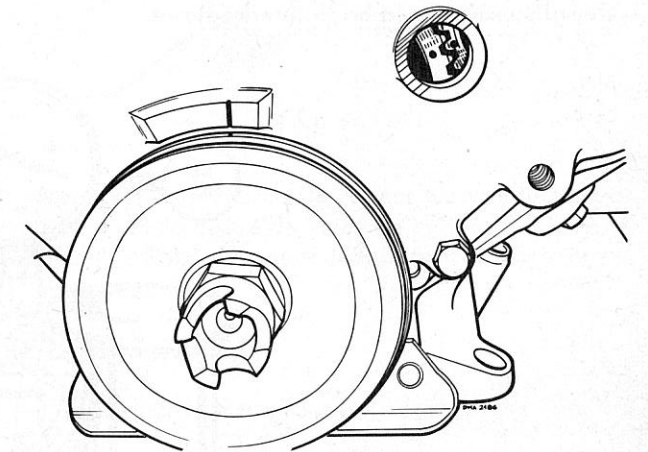
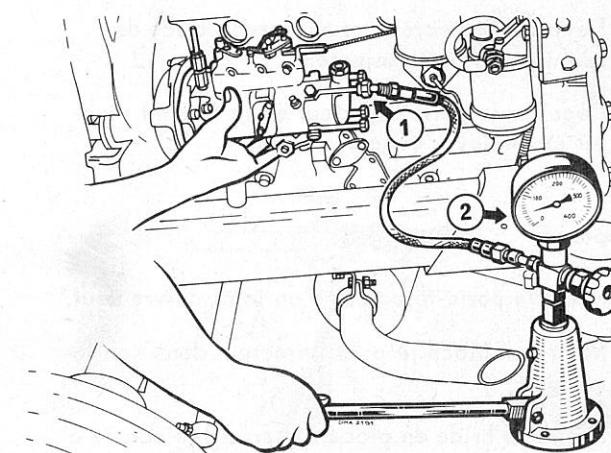

Fig. 62
Fig. 68
Présenter la pompe de façon que les repères coup de pointe sur pignon de pompe et pignon intermédiaire soient en regard (Fig. 62). Enfoncer la
- Placer la pompe sur le moteur en faisant correspondre les repères fig. 62
- Placer la pompe sur le moteur en faisant correspondre les repères (Fig. 62).
- Monter avec un raccord souple la pompe à tarer les injecteurs sur la sortie de pompe du cylindre n° 4 (1).
- Etablir une pression maxi de 50 kg/cm2 (2) et tourner le corps de pompe dans le sens opposé à la rotation jusqu'au blocage (Fig. 68).